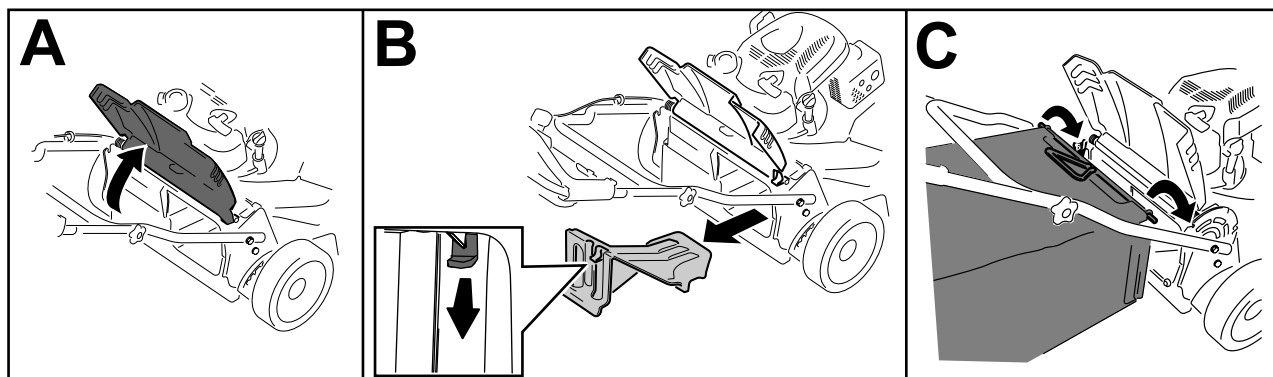

Figura 24
1. Levante y sujete el deflector trasero (Figura 24, A).
2. Retire el tapón de descarga trasero presionando hacia abajo sobre el enganche con el dedo pulgar y extrayendo del tapón de la máquina (Figura 24, B).
3. Instale la varilla de la bolsa en las muescas de la base del manillar, y mueva la bolsa hacia adelante y hacia atrás para verificar que la varilla está asentada en el fondo de cada muesca (Figura 24, C)